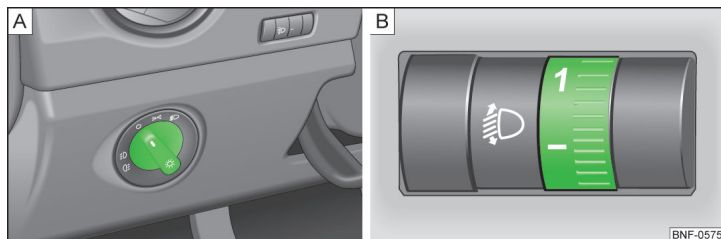

Fig. 35 Lyskontakt / Drejeregulator til lyslængderegulering
I højrestyrede biler afviger placeringen af betjeningsselementerne delvis fra den placering, som er vist på » Fig. 35 på side 48. Symbolerne til de forskellige positioner for betjeningsselementerne er ens.
Afhængigt af udstyr kan lyskontakten » Fig. 35 - A bevæges til følgende positioner.
Ved at dreje drejeregulatoren » Fig. 35 - B fra position — til 1 bliver lyslængdereguleringen tilpasset gradvis og lyskeglen derved forkortet.
- ✓ Lyskontakten står i positionen 0 » Fig. 35 på side 48.